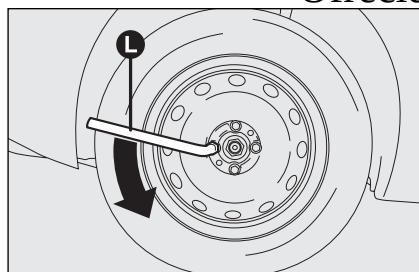

fig. 6
□ afloje de una vuelta los tornillos de fijación, utilizando la llave en dotación **L-fig. 6**; en los coches dotados de llantas de aleación, zarandee el coche para que el embellecedor se separe más fácilmente del buje de la rueda;